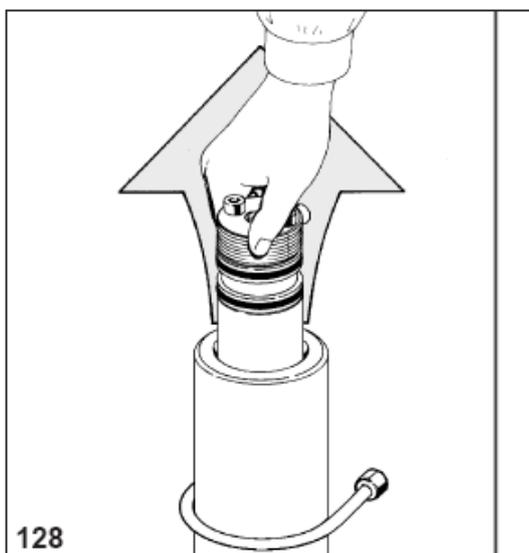

Рис.7.
- Извлеките картридж из корпуса фильтрующей системы (Рис.7)